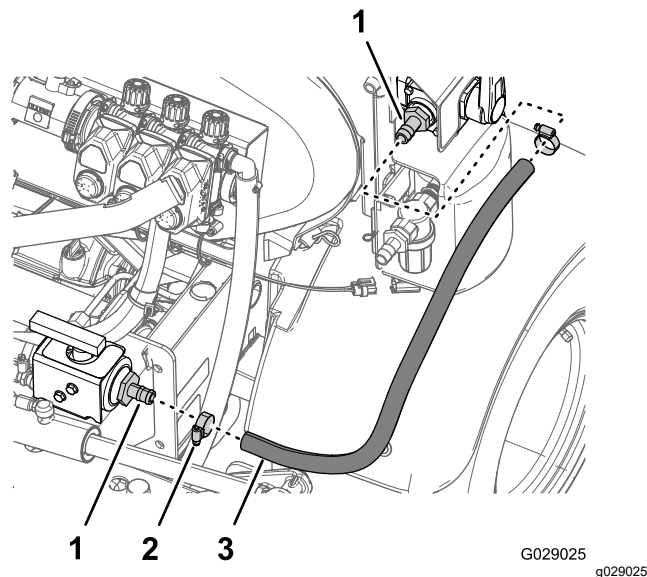

Figura 43
1. Montai capătul furtunului de 1,9 x 76 cm peste fittingul inelat drept din partea exterioră a supapei cu bilă (Figura 43).
2. Fixai furtunul de fittingul inelat cu ajutorul clemei pentru furtun (Figura 43).
3. Montai capătul liber al furtunului de 1,9 x 76 cm peste fittingul inelat drept din spatele supapei cu 4 căi (Figura 43).
4. Fixai furtunul de fitting cu ajutorul clemei pentru furtun (Figura 43).